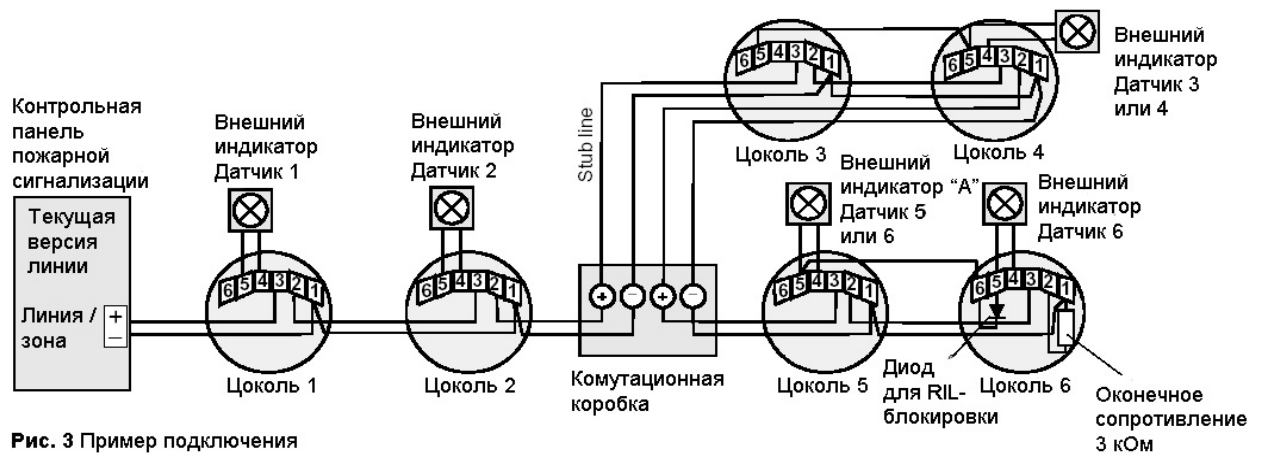

Рис. 3 Пример подключения
На Рис. 3 показаны различные варианты подключения SSD 521:
- Извещатели необходимо подключать таким образом, чтобы при изъятии одного из извещателей происходил разрыв шлейфа (см. Рис. 3).
- На Рис. 3 показаны 3 возможных варианта подключения выносных световых индикаторов (RAL).